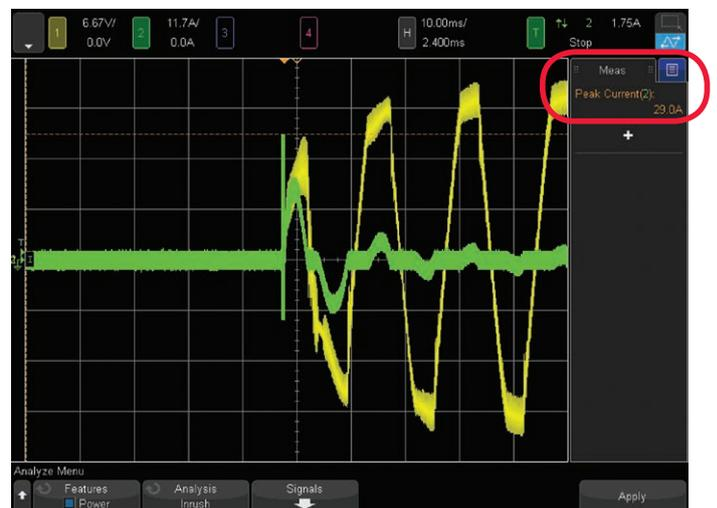

図14: 突入電流の測定例
12. ワorstケースのピーク突入電流を測定するために、何回か繰り返します(図14)。